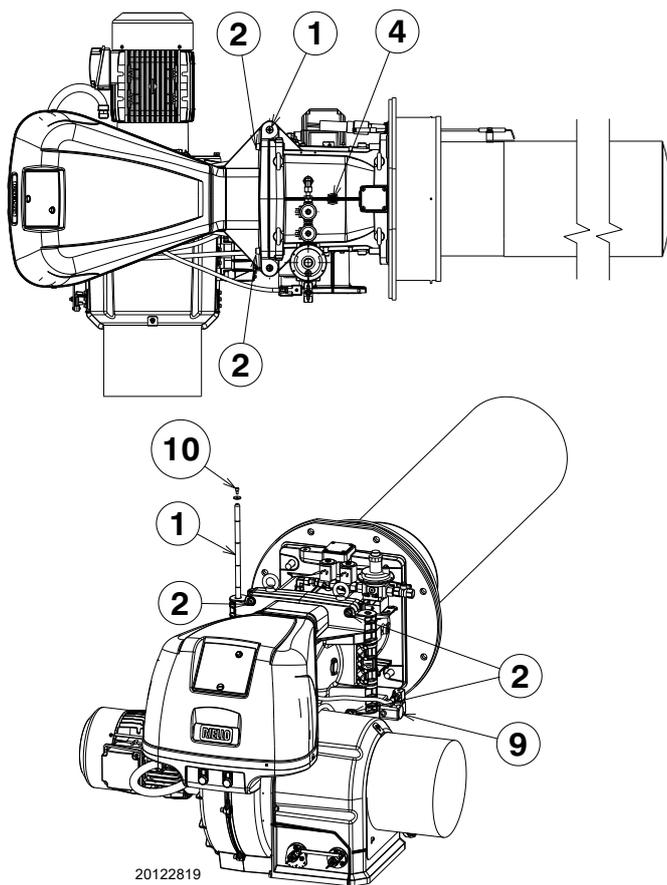

Abb. 20
Der Brenner wird werksseitig für die Öffnung nach links ausgelegt, sodass der Bolzen 1)(Abb. 20) in seinem Sitz gehalten wird.
- A den die Verbindung Stecker/Anschlussbuchse 9)(Abb. 20) des Gas-Höchstdruckwächters trennen;
Um den Brenner auf der anderen Seite zu öffnen, vor dem Entfernen des Bolzens 1)(Abb. 20) überprüfen, dass die 4 Schrauben 2) festgezogen sind.
- H den Anschluss 9)(Abb. 20) des Gas-Höchstdruckwächters trennen, dann wie bereits unter Punkt C) beschrieben vorgehen.